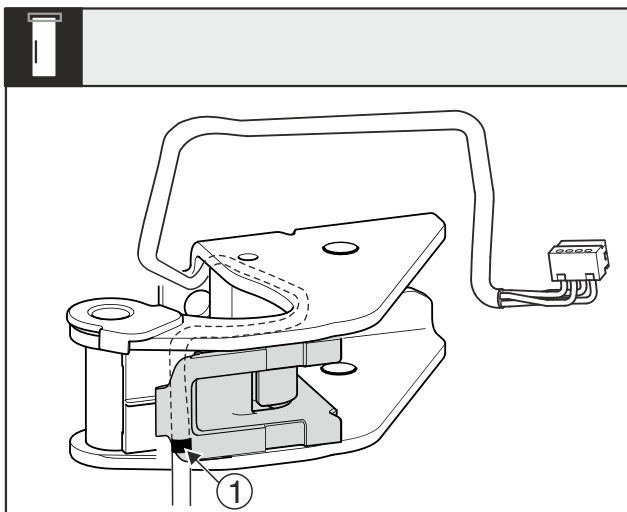

Fig. 18
- Le marquage central Fig. 18 (1) doit se trouver sur le bord du support de câble.